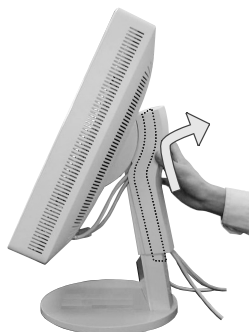
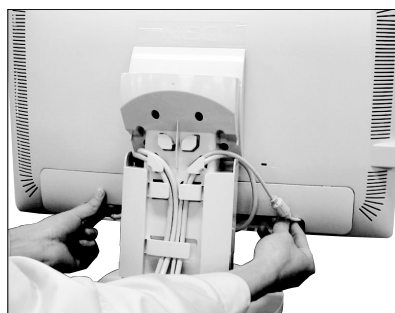

Figure S.1
Figure S.2
1. Placez les mains de chaque côté du moniteur et levez ce dernier jusqu'à la position la plus haute. Retirez le cache-câble (**Figure S.1**). Retirez le couvercle du connecteur (**Figure S.2**).